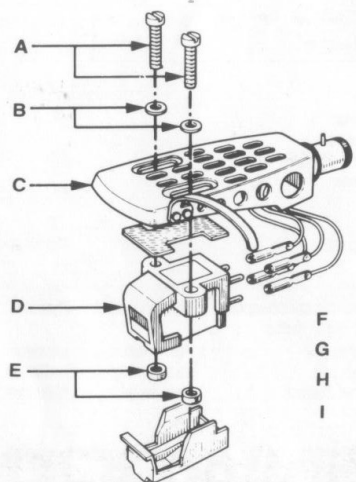

Fig. 7
1. En vous reportant à la figure 7, monter la cellule de votre choix en maintenant les deux vis légèrement serrées de façon à ce que la cellule puisse se déplacer d'avant en arrière, à la demande. Utiliser des vis de longueur appropriées.
1. Die vier Steckerhülsen des Tonkopfes gemäß Fig. 7 auf die Steckerstifte des Tonabnehmersystems schieben.
1. Monteer het element zoals in fig. 7 maar draai de beide schroefjes nog niet helemaal vast, zodat het element nog verschuifbaar is. Gebruik boutjes van voldoende lengte.
1. Montera valfri pickup enligt fig. 7 men dra ännu ej åt fästskruvarna. Använd skruvar med passande längd.